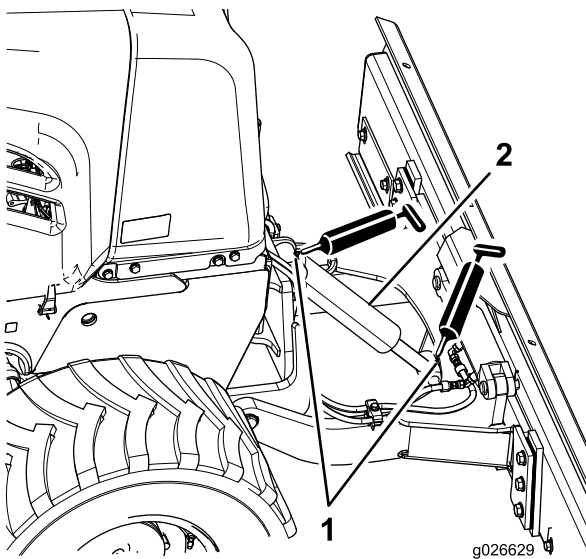

Figura 33
2. Collegate l'ingrassatore a pressione sui raccordi di ingrassaggio superiore e inferiore per il cilindro di sollevamento e applicate 3 pompaggi di grasso a ciascun raccordo (Figura 33).